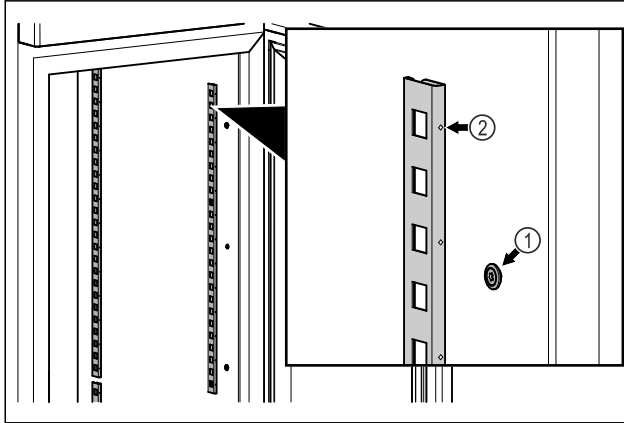

Fig. 58 Näitlik kujutis
- ▶ Haakige fikseerimisliistud rippkinnitusesse Fig. 58 (1). Märgistus Fig. 58 (2) peab olema ettepoole suunatud.